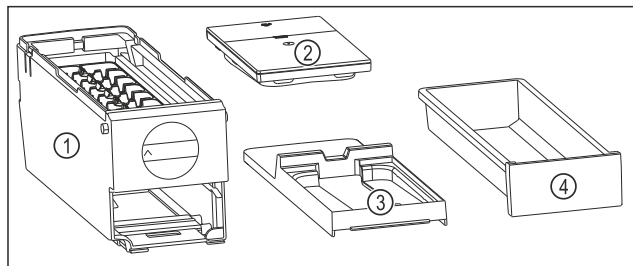

Fig. 190 Dele af EasyTwist-Ice
- EasyTwist-Ice er adskilt i fire dele. (se Fig. 190)
- EasyTwist-Ice må kun adskilles i de afbildede dele. (se Fig. 190)
- Rengør EasyTwist-Ice-legemet Fig. 190 (1) som en helhed.